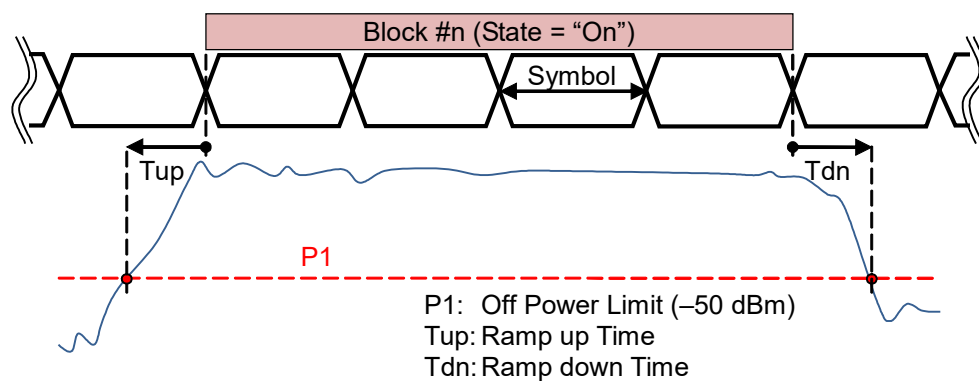

図3.22-5 Block Ramp up / Ramp down 算出範囲
参照 図 3.22-5 Block Ramp up / Ramp down 算出範囲
- ・ 図 3.22-5 は Ramp up および Ramp down の算出範囲を示しています。